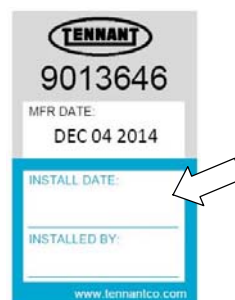

ABB. 137
4. Tragen Sie das Installationsdatum auf dem neuen Patronenaufkleber ein (Abbildung 137).